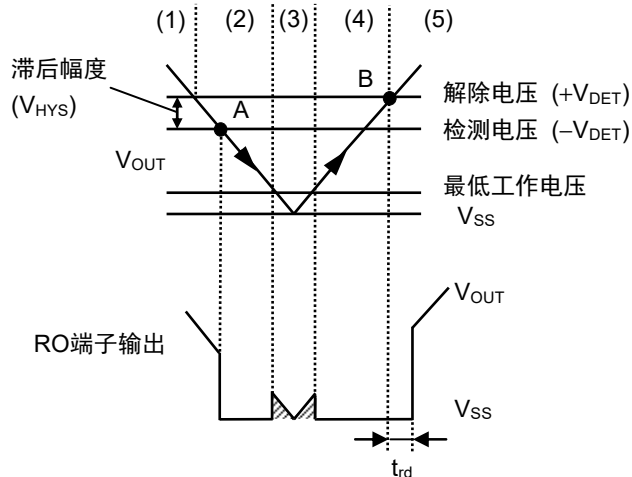

图36 检测器部分的时序图
- (1) 当稳压器的输出电压 ( $V_{OUT}$ ) 大于或等于检测器的解除电压 ( $+V_{DET}$ ) 时, N沟道晶体管 (N1, N2) 变为关, 向RO端子输出 "H"。此时, P沟道晶体管 (P1) 为开状态, 向比较器 (C1) 的输入电压为  $\frac{R_B \cdot V_{OUT}}{R_A + R_B}$ 。
- (2) 即使 $V_{OUT}$ 降低到小于或等于 $+V_{DET}$ 时, 只要高于或等于检测电压 ( $-V_{DET}$ ), 就能向RO端子输出 "H"。若 $V_{OUT}$ 降低到小于或等于 $-V_{DET}$  (图36的A点) 时, 通过C1控制的N1变为开,  $C_{DLY}$ 被放电。同时, 由延迟电路控制的N2变为开, 向RO端子输出 "L"。此时, P1变为关, 向C1的输入电压为  $\frac{R_B \cdot V_{OUT}}{R_A + R_B + R_C}$ 。
- (3) 若 $V_{OUT}$ 进一步下降到小于或等于最低工作电压时, RO端子的输出变得不稳定。若RO端子上被上拉时, 输出 "H"。
- (4) 若 $V_{OUT}$ 上升到大于或等于最低工作电压时, 向RO端子输出 "L"。此外, 在 $V_{OUT}$ 大于 $-V_{DET}$ 且小于 $+V_{DET}$ 的情况下, 输出为 "L"。
- (5) 再继续使 $V_{OUT}$ 上升, 若上升到大于或等于 $+V_{DET}$  (图36的B点) 时, N1变为关,  $C_{DLY}$ 被充电。如 $V_{DLY}$ 为阈值电压 (1.25 V (典型值)), 则由延迟电路控制的N2变为关, 向RO端子输出 "H"。